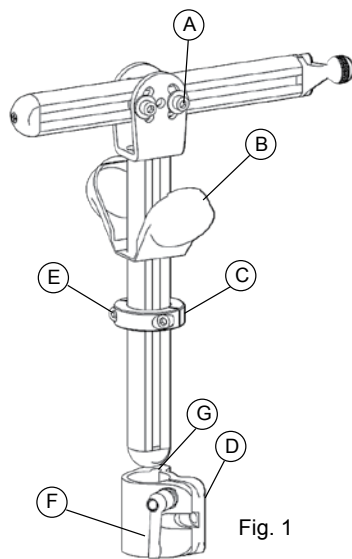

Fig. 1
1. Verticaal - Maak de hendel (fig. 1, F) los, stel op de juiste hoogte, en doe dan de borgring omlaag (Fig. 1, C) zorg ervoor dat de index-pen in de gleuf valt in de koppeling. (Fig. 1, G) De verticale stang kan worden gedraaid voor extra aanpassing van de hoek van de opbouw kussen/basisplaat.
2. Horizontaal / Hoek – Draai bouten los (Fig. 1, A) voor aanpassing van diepte (Fig. 4) en hoek (Fig. 3). De schroeven hoeven pas helemaal aangedraaid te worden als alles op zijn plaats zit.